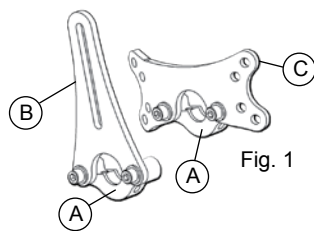

Fig. 1
1. Déboulonnez les adaptateurs du collet du bas (Fig. 1, A) des plaques de l'interface (Fig. 1,B) et (Fig. 1,C) comme indiqué en Fig. 2.